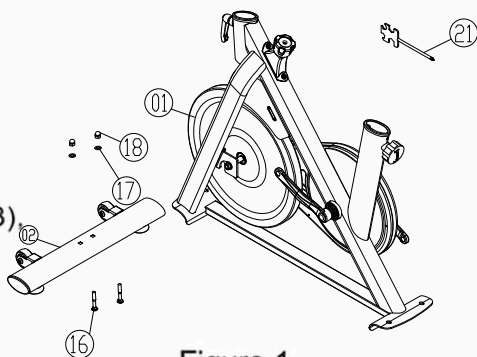

Figura 1
1. Fije el conjunto del marco principal (pieza 01) al conjunto del tubo del pie delantero (pieza 02) con dos pernos de carro M8×55 (pieza 16), dos arandelas planas (Φ20×Φ8.5×1.5t, pieza 17) y dos tapas altas de plástico (pieza 18) de acuerdo con la Figura 1.